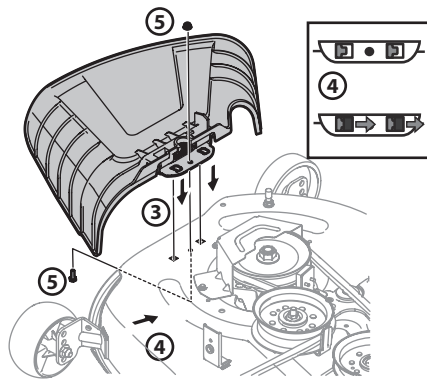

Figure 2-6
3. Placez le déflecteur d'éjection sur le plateau de coupe en insérant les pattes du déflecteur d'éjection dans les trous du plateau de coupe. Voir Figure 2-6.
4. Lorsque les pattes sont insérées dans les trous du plateau de coupe, glissez le déflecteur d'éjection vers l'arrière de l'appareil jusqu'à ce que le trou du boulon sur le déflecteur d'éjection s'aligne avec le trou du plateau de coupe. Voir Figure 2-6.
5. Fixez le déflecteur d'éjection en place avec l'écrou autobloquant à bride et le boulon hexagonal retirés à l'étape 2. Serrez la quincaillerie à un couple de 102 à 124 pi-lb. Voir Figure 2-6.